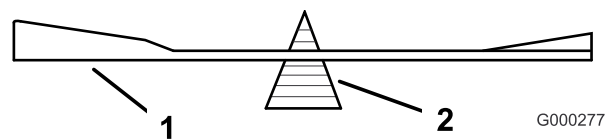
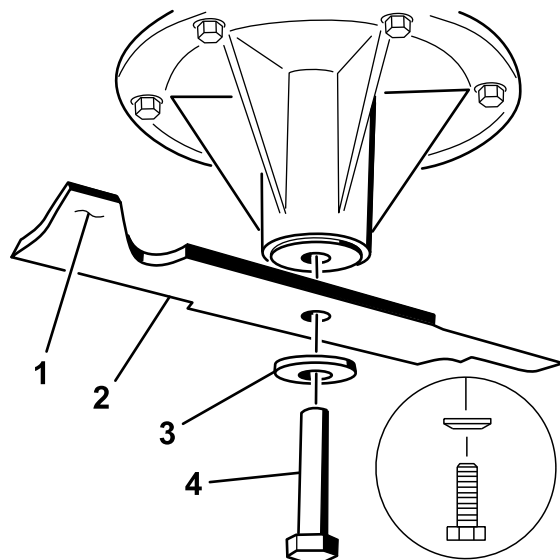

Figure 95
Figure 96
2. Vérifiez l'équilibre de la lame en la plaçant sur un équilibreur (Figure 95). Si la lame reste horizontale, elle est équilibrée et peut être utilisée. Si la lame est déséquilibrée, limez un peu l'extrémité de la partie relevée seulement (Figure 96). Répétez la procédure jusqu'à ce que la lame soit équilibrée.